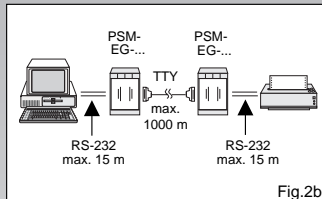

Fig. 2b
- **Long-distance transmission** (Fig. 2b) between two RS-232 interfaces up to 1000 m.
- **Transmission sur de longues distances** (fig. 2b) entre deux interfaces RS-232 jusqu'à 1 000 m.
- **Transmisión a gran distancia** (fig. 2b) entre dos interfaces RS-232 hasta 1000 m.